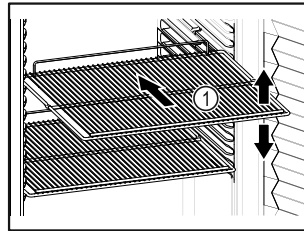

Fig. 63 Ενδεικτική απεικόνιση
- Εάν οι σχάρες Fig. 63 (1) είναι ρυθμιζόμενες, προσαρμόστε τα ανάλογα με το ύψος.